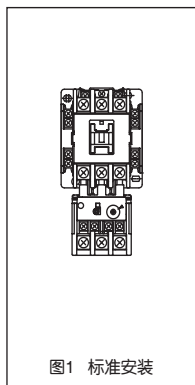
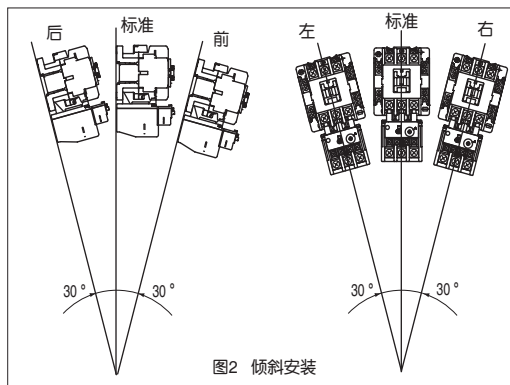

图1 标准安装
图2 倾斜安装
(1)图1所示的标准安装为正确安装方法，前后左右倾斜安装也可以。(如图2所示)